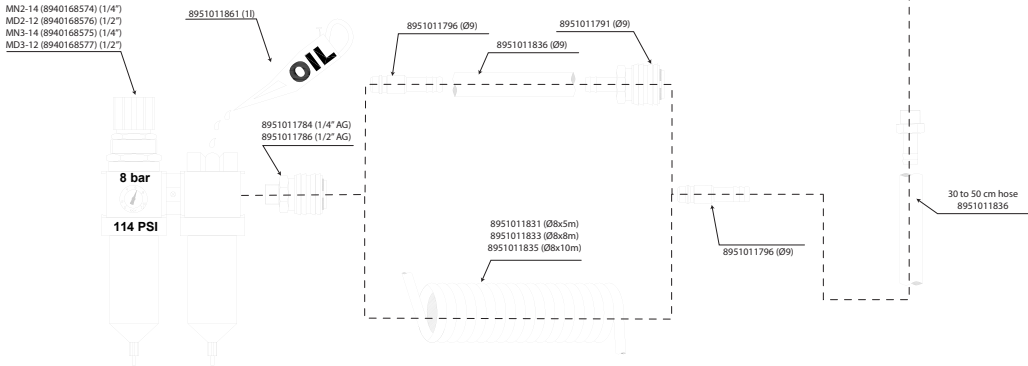

Fig. 01:
- Das Gerät laut Abb. 01 anschließen.
- Connect device as shown in Fig.01.